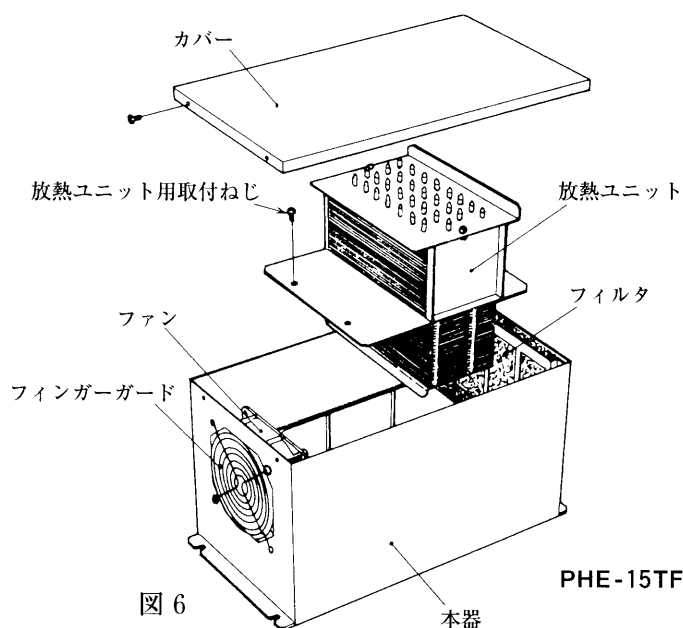

図6
- ①カバーを取外してください。(図6)
- ②放熱ユニット用取付ねじを取外してください。(図6)
- ③放熱ユニットを上に取り上げ取外してください。(図6)
- ④放熱ユニットの取付は、①～③の逆手順で行ってください。
- 注) 1. 放熱ユニットの向きに注意して取付けてください。(図6)